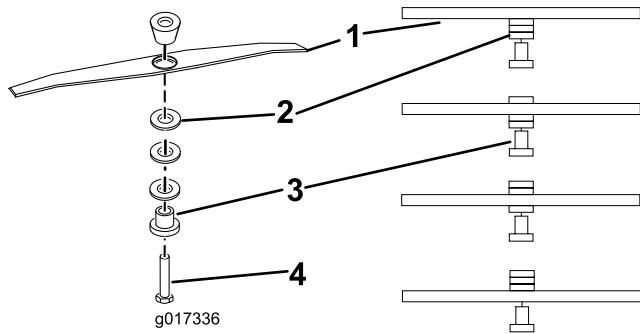

图12
6. 将隔片重新放到合适的高度, 然后重新安装刀片(图12)。